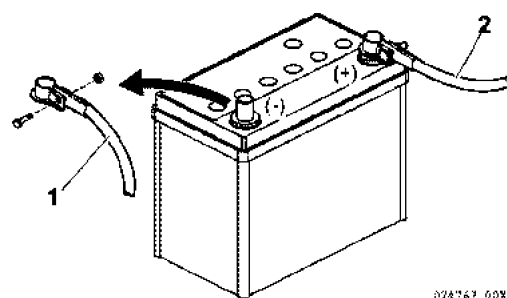

Рисунок 13
7. В последнюю очередь от аккумуляторной батареи отсоединяется плюсовой (+) провод (Рисунок 13).